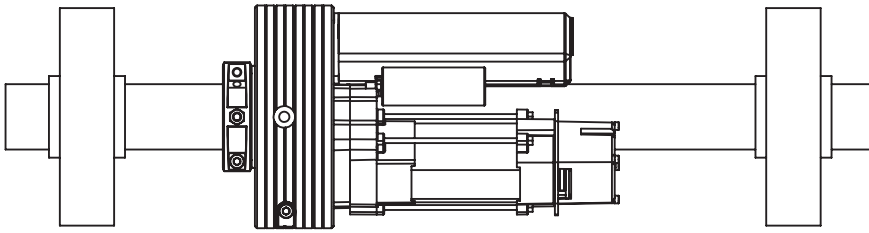

Fig. 4
- P) Introdurre il cavo 4X1 in dotazione all'interno del foro B (fig 1), evitando qualsiasi contatto con le parti in movimento; eseguire i collegamenti elettrici secondo lo schema elettrico in fig.4. In presenza di motoriduttore con elettrofreno, introdurre la guaina del freno all'interno del secondo foro B.
- P) Introduce the electric cable 4X1 into the hole B (fig 1), avoiding any contact with the parts in movement. Perform the electric connections according the electric plan (fig.4). In presence of motor with electrobrake, introduce the sheat of the brake inside the second hole B.
- P) Introduire le câble 4X1, en dotation, dans l'intérieur du trou B (fig 1) en évitant le contact avec les parties en mouvement; exécuter les connexions électriques, selon le schéma indiqué dans la fig.4. En présence de moteur avec de l'électro-frein, introduire la gaine du frein à l'intérieur du second trou B.
- P) Introducir el cable eléctrico 4X1 en el taladro B (Fig 1) evitando cualquier contacto con las partes en movimiento; Ejecutar los empalmes según el esquema eléctrico en fig.4 En presencia de motor con electrofreno, introducir la funda del freno dentro del segundo taladro B (Fig. 1).